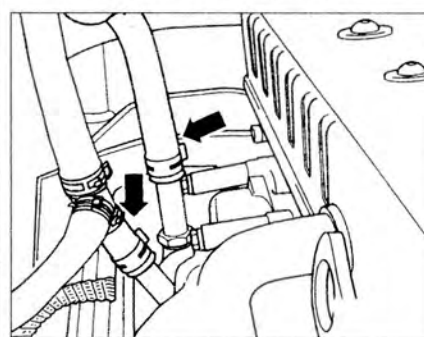

Рис. 4.6. Отсоедините патрубки (стрелки) от насоса системы охлаждения.
10. Отсоедините патрубки (стрелки) от насоса системы охлаждения (рис. 4.6).